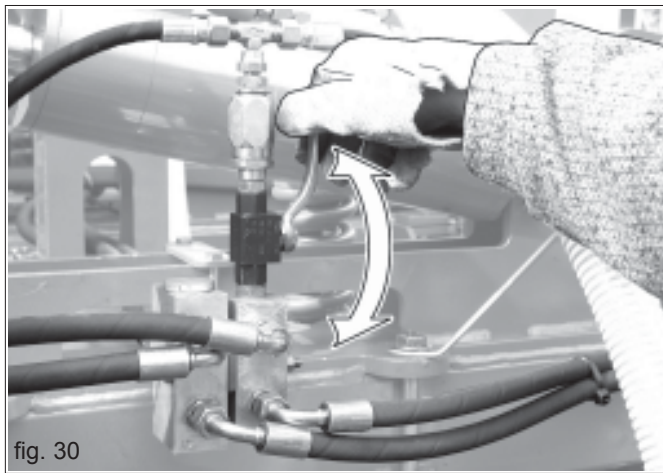

fig. 30
**IMPORTANTE!** En las versiones arrastrada, la instalación se condiveide con la del carro posterior, se accionan contemporáneamente por medio del mismo distribuidor del tractor. Una válvula, dispuesta en la parte posterior de la máquina, permite abrir y cerrar el circuito de la grada según las exigencias (Fig. 30).
Usando la grada cubresemilla posterior en posición de trabajo, si se debiera excluir el circuito del mismo por medio de la válvula (Fig. 30), durante las fases de maniobra es absolutamente necesario levantar completamente la sembradora.
**Con la grada bajada y el circuito cerrado de la válvula (Fig. 30), es absolutamente necesario levantar completamente la sembradora durante las fases de maniobra.**